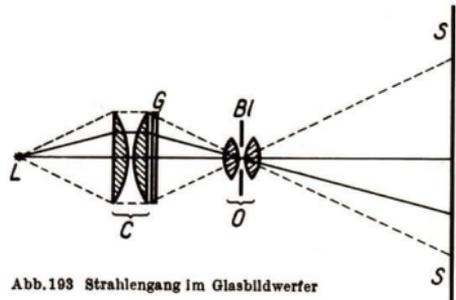

Abb. 193 Strahlengang im Glasbildwerfer
**1. Der Bildwerfer.** Um von durchsichtigen Glasbildern stark vergrößerte Lichtbilder auf der dazu bestimmten Wandfläche zu erzeugen, benutzen wir den Bildwerfer. Wir wollen seinen Aufbau und die Wirkung seiner Teile einmal näher betrachten (Abb. 193).